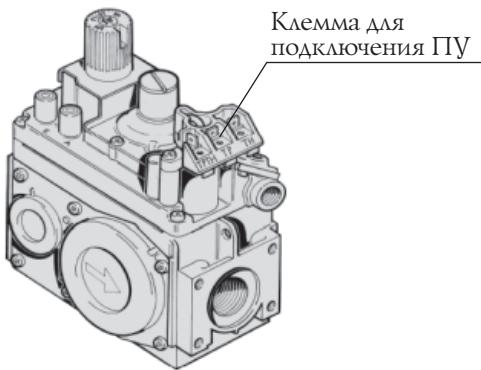
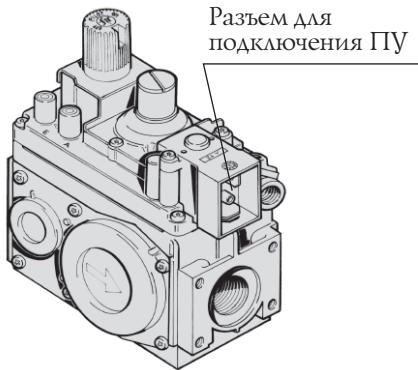

Рисунок 5. Внешний вид энергонезависимого регулятора подачи газа 820 NOVA.
Рисунок 6. Внешний вид энергозависимого регулятора подачи газа 820 NOVA.
Многофункциональный регулятор подачи газа (автоматика) 820 NOVA (6) представляет собой устройство для автоматического регулирования тепловой мощности аппарата и его отключения в случае возникновения аварийных ситуаций. Автоматика 820 NOVA выпускается в энергоНЕзависимой модификации (рисунок 5), и в энергозависимой модификации (рисунок 6). В первом случае питание обеспечивается термогенератором, а во втором - от сети 220В. В зависимости от типа питания регулятор имеет разный вид клемм для подключения пульта.